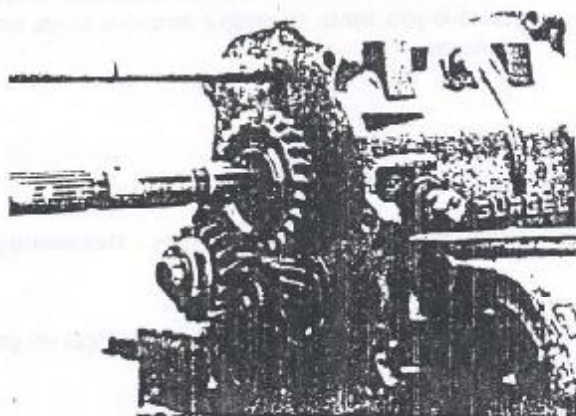

Figura 3.01.3 - Prolongamento removido
7. Remover os parafusos e arruelas de fixação do prolongamento da carcaça e remover o prolongamento e a junta (Figura 3.01.3).